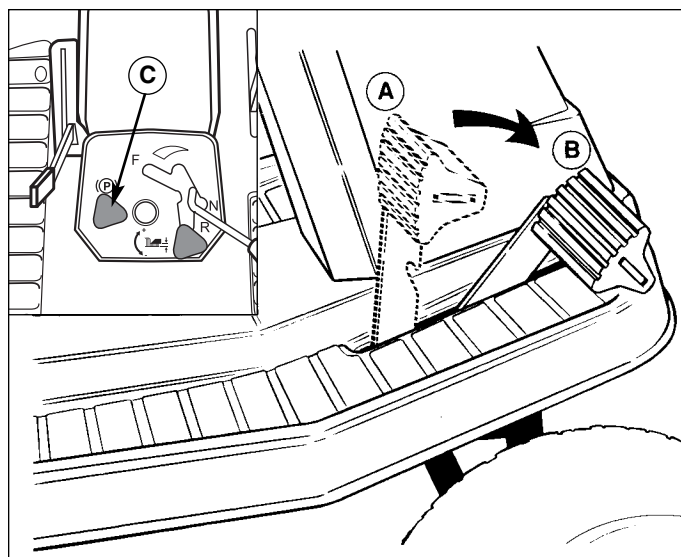

Figura 2. Pedal del freno
1. Consulte la Figura 2. Al presionar el pedal de la posición A a la B se desengancha la transmisión y también devuelve la palanca de control de transmisión a neutro (desde velocidades de avance). Al presionar completamente el pedal a la posición B se acciona el freno del tractor.
2. Consulte la Figura 2. El freno de estacionamiento se aplica en la posición B del pedal cuando se tira la perilla de control del freno de estacionamiento (C) con el pedal presionado completamente.